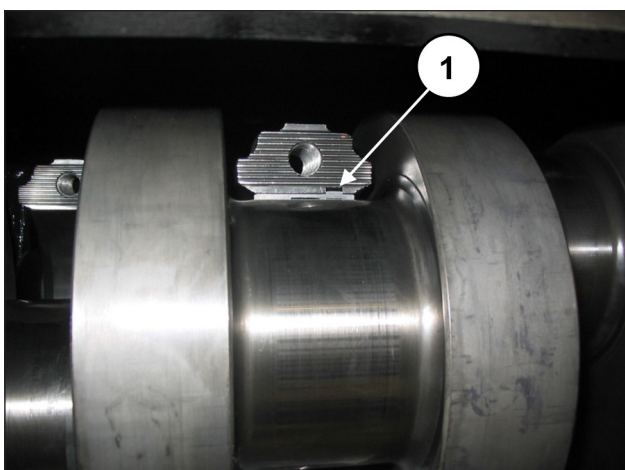

Fig. 57
Per un corretto montaggio dei semicuscinetti assicurarsi che la linguetta di riferimento dei semicuscinetti venga posizionata nell'apposito alloggiamento sulla semibiella (pos. ①, Fig. 57).